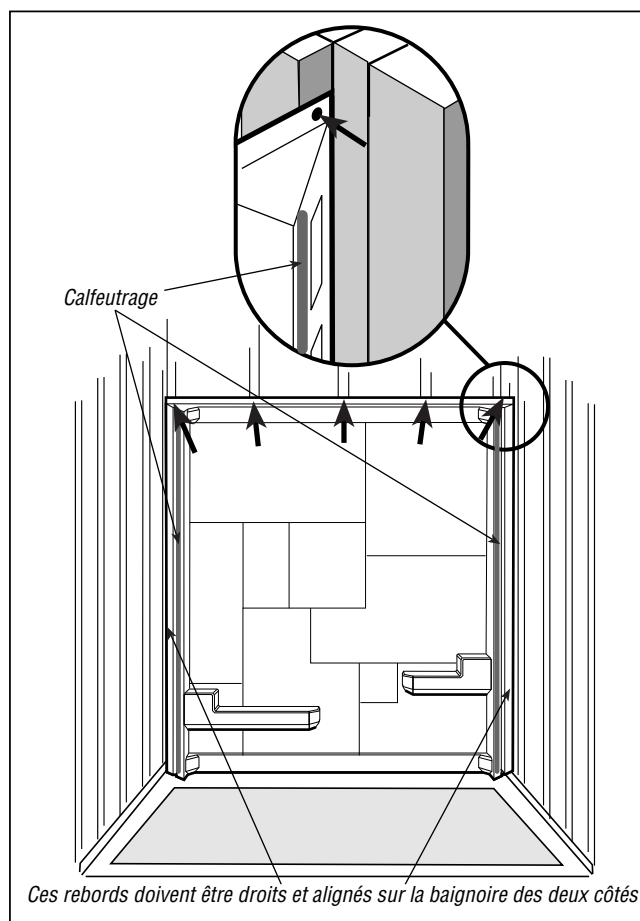

Figure 3
- 4** Repérez un trou de 3/16" au centre de la bride de clouage, au dessus du panneau, centré sur chaque poteau (fig. 3). **Vérifiez que les membrures de cloutage de chaque côté sont droites et alignées à la baignoire (vous devrez peut-être courber les membrures manuellement pour les redresser).** Percez aussi quatre trous de 3/16" à distance égale sur la bride de clouage avant, de chaque côté. Clouez les clous de toiture galvanisés de 3/4" à travers chaque trou et dans les poteaux, fixant ainsi le panneau mural. Ajoutez un cordon de produit de calfeutrage au latex/acrylique sur la surface verticale de 45°, le long des repères d'alignement de chaque coin du panneau arrière (fig. 3).